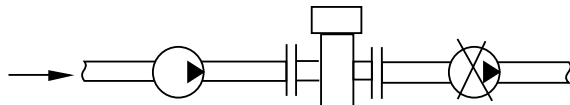

图6
- (6) 装有泵的管线，决不能在泵抽吸侧安装流量计（防止真空）见图6